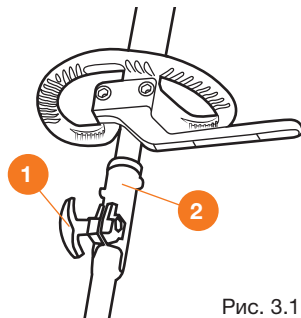

Рис. 3.1
- Ослабьте крепление винта **1** и вставьте нижнюю штангу **2** до фиксации стержня в отверстии (Рис. 3.1).